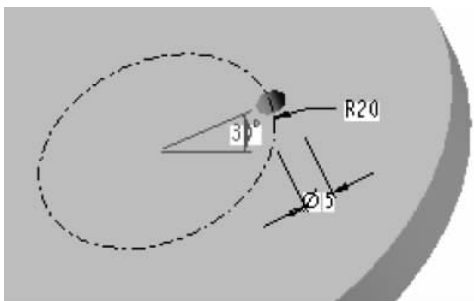
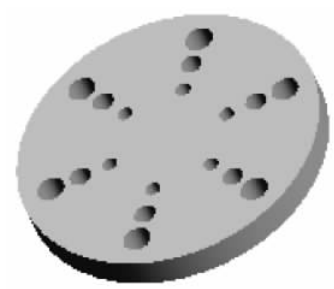

图 3.19 特征尺寸
图 3.20 完成阵列
- ① 选取孔特征,然后在工具栏中单击按钮 ,系统将显示控制此孔特征的尺寸。
- ② 选取角度尺寸 30° ,然后输入 60 作为尺寸增量。指定阵列成员数,在对话框的文本框中输入 6,如图 3.19 所示。
- ③ 单击第二方向上用于阵列的尺寸收集器。选取尺寸 $R20$,它控制着孔与零件圆盘中心之间的距离。输入 10 作为尺寸增量。
- ④ 按住 Ctrl 键选取尺寸 $\phi 5$,它控制着孔的直径。输入 2 作为尺寸增量。
- ⑤ 在第二方向上指定阵列成员数,在对话框的文本框中输入 3。
- ⑥ 在对话框中单击按钮  完成阵列,如图 3.20 所示。